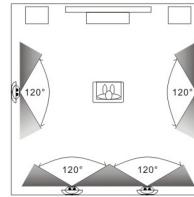

图2
2. 我们建议使用4只扬声器, 将侧置扬声器放在与视听区域中心并列的位置; 将后置扬声器放在视听区域后面, 位于图中所示的角度范围, 如图2: